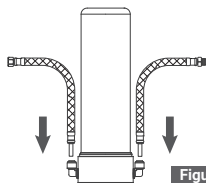

Figura 1
1. Conecte la manguera de entrada y la manguera de salida a la cabeza del filtro. (Figura 1)